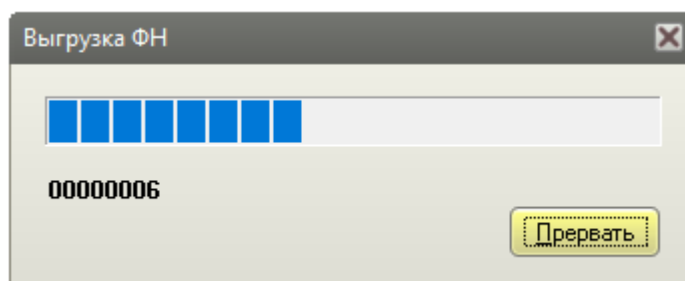

Рисунок 8.3 – Процесс выгрузки данных из ФН
8.5.5 Дождаться завершения выгрузки данных из ФН (Рисунок 8.3).